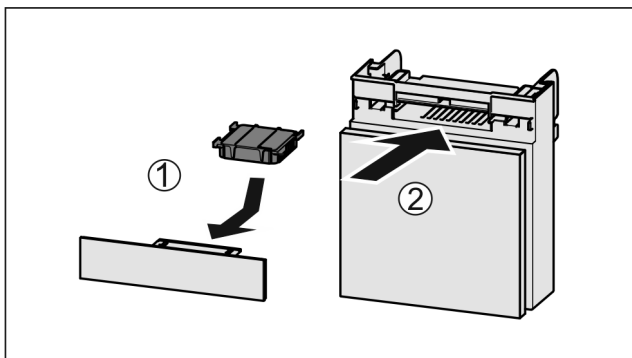

Fig. 59
- ▶ Filtr s aktivním uhlím vložte podle vyobrazení Fig. 59 (1).
- ▶ Zásuvku zasuňte Fig. 59 (2).